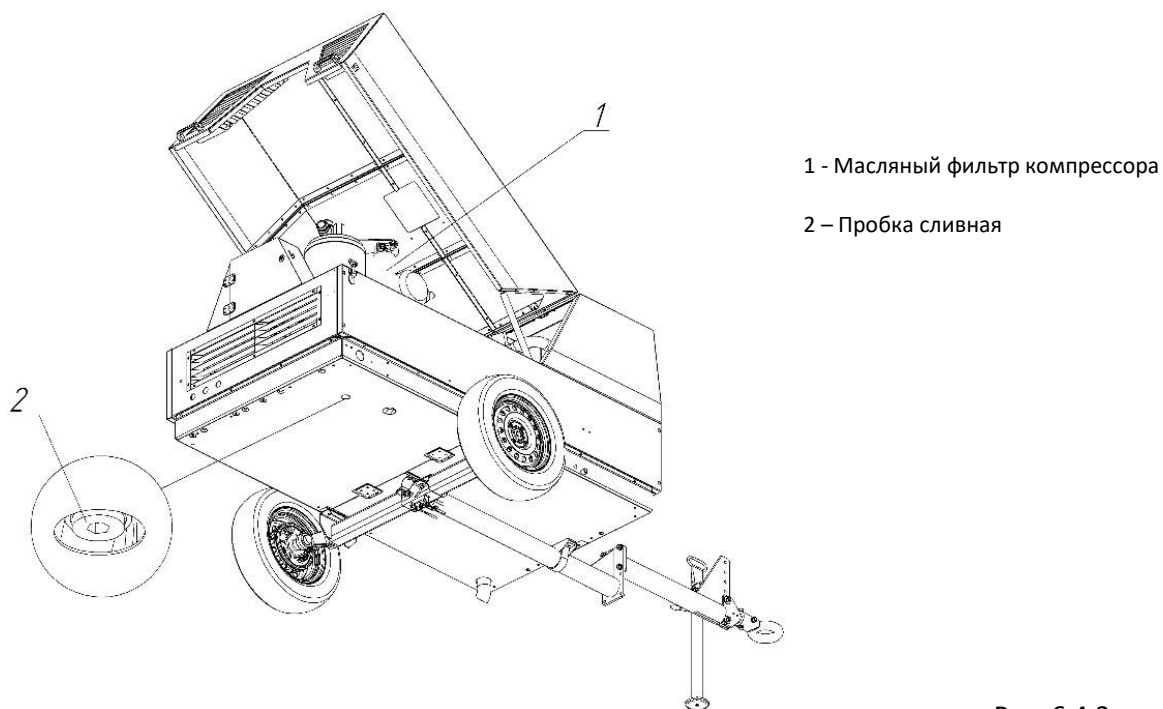

Рис. 6.4.2
2. Открутите сливную пробку поз.2 Рис.6.4.2 снизу бака-сепаратора и слейте всё масло в заранее подготовленную для этого ёмкость.
6. Отверните масляный фильтр поз.1 Рис.6.4.2 от корпуса масляного блока.